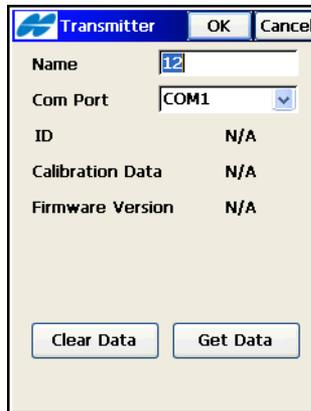

Abbildung 8-14. Eingeben und Abrufen von Laserdaten
4. Geben Sie im Fenster *Laser* (Abbildung 8-14 auf Seite 8-15) einen *Namen* für den Laser ein (im Normalfall dessen Serien-
nummer) und wählen Sie den *Com-Port* für den Laser (meist COM1). Tippen Sie dann auf **Akt. Einst.** (Abbildung 8-14).